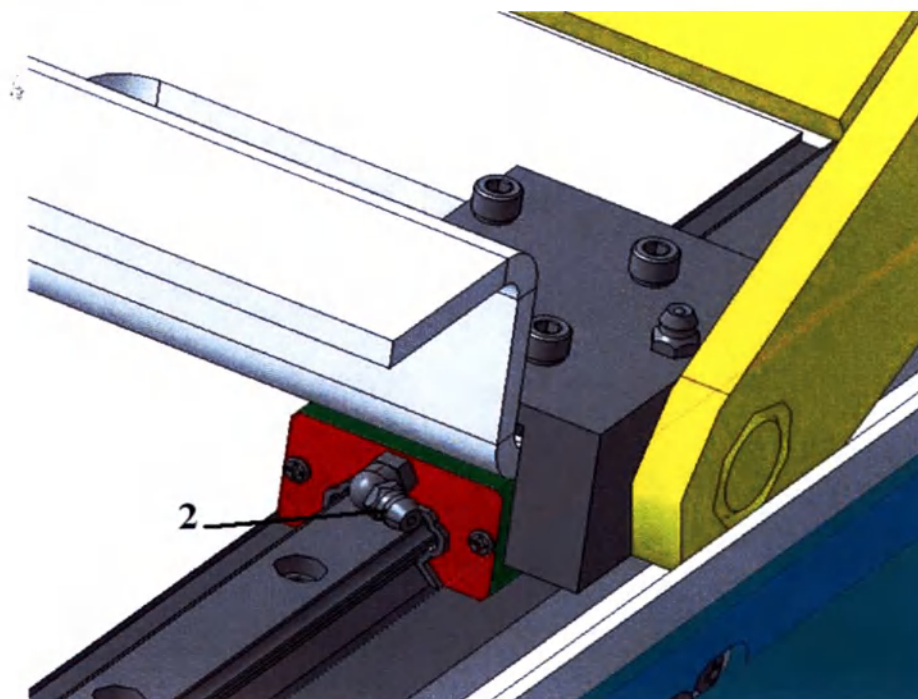
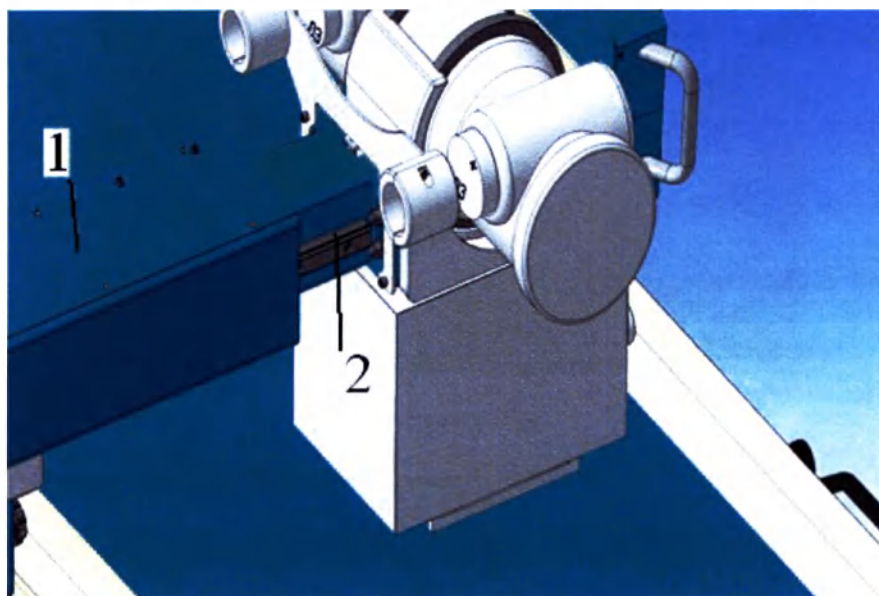

Рисунок 3.5
Рисунок 3.7
По мере загрязнения направляющей траверсы каретки вертикального хода необходимо провести очистку от грязи и смазку (рисунок 3.7).
- установить (рисунок 3.5) колонну 1 в вертикальное положение, контролируя горизонтальность траверсы 1(рисунок 3.7) уровнем;